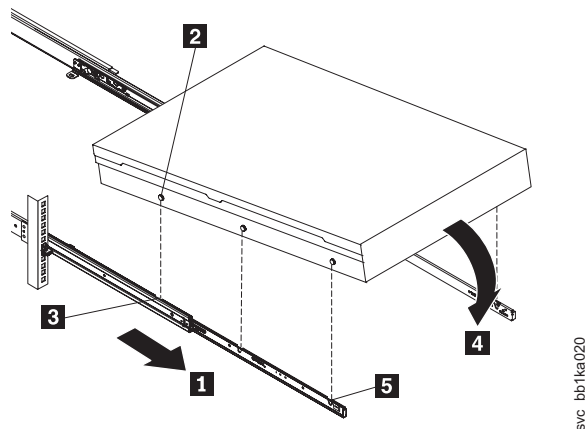

図 35. ラックのスライド・レールへの 2145-CG8 または 2145-CF8 ノードの取り付け
- a. スライド・レール (67 ページの図 35 の **1**) を、2 度カチッと音がして所定の位置に収まるまで、前方に引きます。